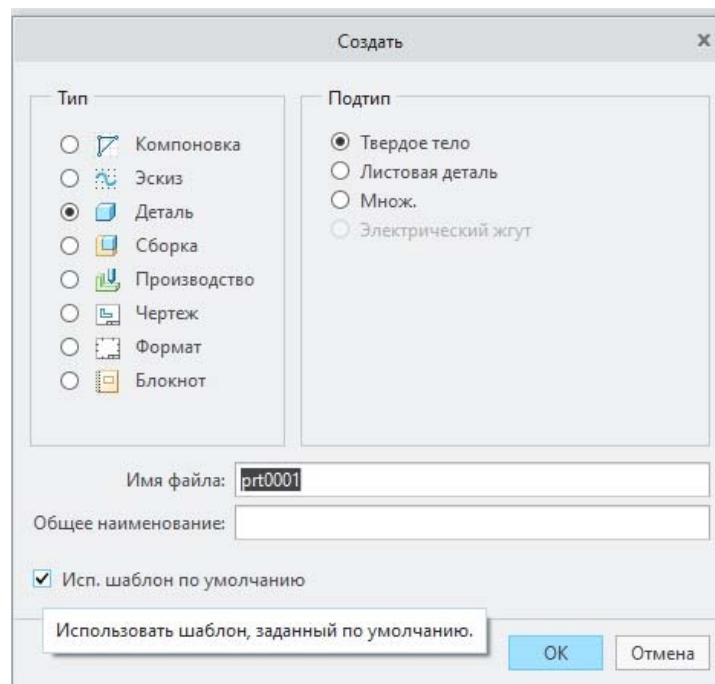

Рис. 1 Диалоговое окно создание модели
- Нажмите кнопку Создать на панели инструментов в верхней левой части интерфейса. Отличите «использовать шаблон, заданный по умолчанию». Так вы сможете задать материал своей детали (рис. 1).